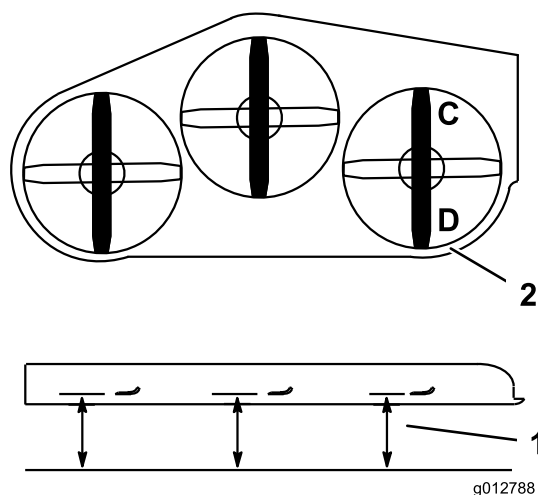

Figura 85
1. Coloque la cuchilla derecha en posición longitudinal (Figura 85).
2. Mida la cuchilla izquierda en la posición **C** desde una superficie nivelada hasta el filo de corte de la punta de la cuchilla, y anote esta medida (Figura 85).
3. Mida la cuchilla izquierda en la posición **D** desde una superficie nivelada hasta el filo de corte de la punta de la cuchilla, y anote esta medida (Figura 85).
4. La cuchilla del cortacésped debe estar entre 6 a 10 mm más baja en la posición **C** que en la posición **D** (Figura 85). Si no es correcta la distancia, continúe con los pasos siguientes.